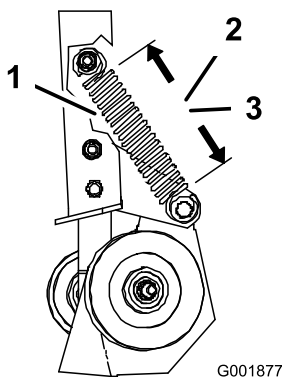
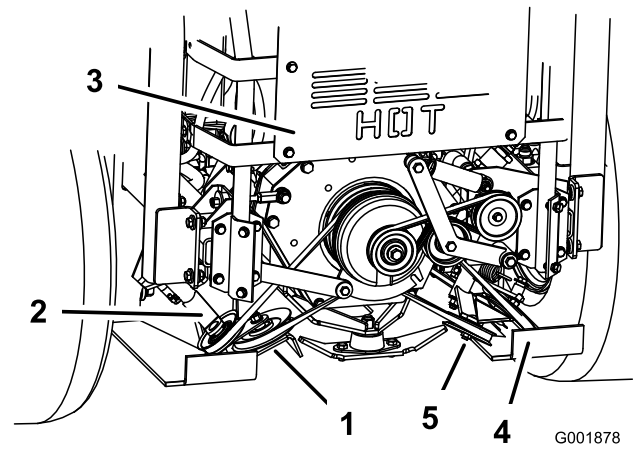

Figura 67
Figura 68
3. Mida la longitud del muelle. Compruebe que las espirales del muelle de la polea tensora tensada con muelle tiene las medidas indicadas a continuación (Figura 67 y Figura 68).
- Medida del muelle izquierdo: $14,6 \pm 0,3$ cm ($5-3/4 \pm 1/8$ pulg.) (Figura 67).
- Medida del muelle derecho: $14,0 \pm 0,3$ cm ($5-1/2 \pm 1/8$ pulg.) (Figura 67).
4. Si el muelle no tiene las medidas correctas, afloje la tuerca que sujeta la polea tensora ajustable para que pueda desplazarse hacia arriba y hacia abajo dentro de la ranura (Figura 68).
5. Alivie la presión en la polea tensora tensada con muelle (Figura 68).
6. Posicione la polea inferior ajustable en la ranura y apriete la tuerca (Figura 68).
7. Compruebe que la espiral del muelle de la polea tensora tensada con muelle tiene las medidas correctas (Figura 67).